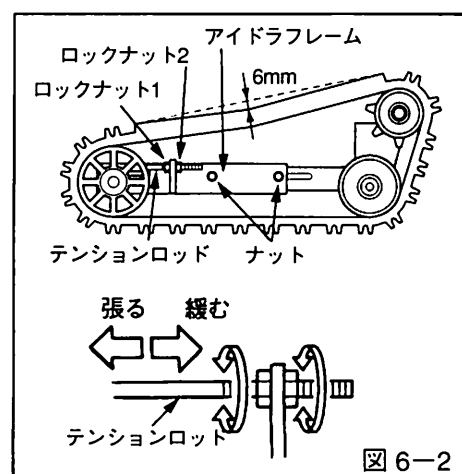

図 6-2
クローラの張りは、中央部においてタワミ量が6mmを標準とします。(図6-2参照) 調整の必要がある場合には、次の手順に従ってください。
1. アイドラフレームのナットと、テンションロッドのロックナットを緩めます。(図6-2参照)